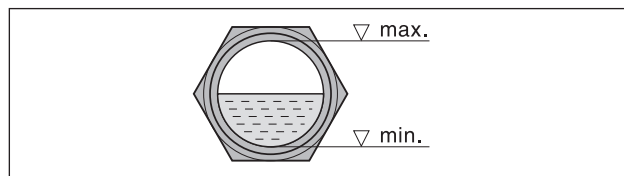

Abb. 5 Ölstand
- b) Nach evtl. Korrektur der Drehrichtung Motor erneut starten und nach ca. 2 Minuten wieder abstellen, um fehlendes Öl bis zur Oberkante des Schauglases (Abb. 5/I) nachzufüllen. Dieses Nachfüllen an der Einfüllstelle (Abb. 2/H) muss wiederholt werden, bis sich alle Ölleitungen vollständig gefüllt haben.